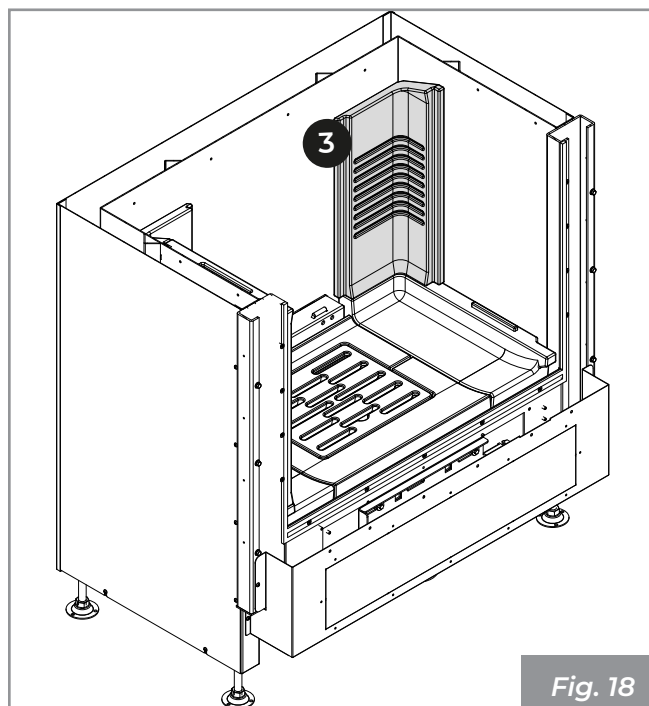
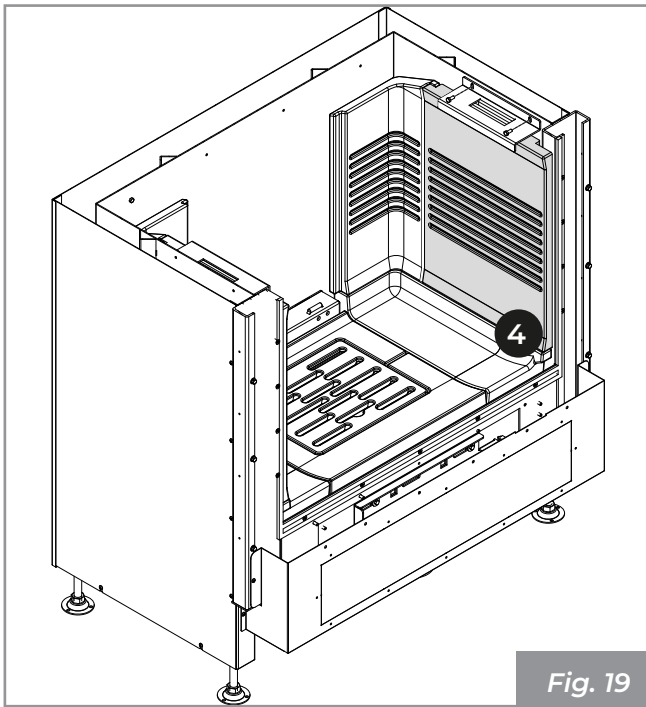

Fig. 18
Fig. 19
4) Procéder de la même manière de l'autre côté. (Fig. 18) (Fig. 19).